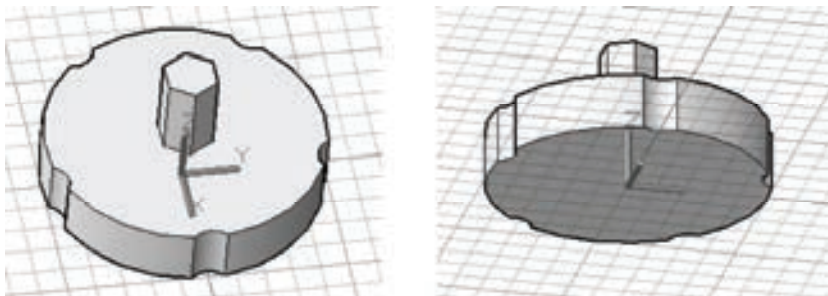

图 9-136 创建三维实体对象
14) 上机练习: 创建图 9-136 所示的一个三维实体对象, 具体的尺寸由读者自己决定。要求在设计操作中应用到“拉伸”“三维阵列”“差集”和“交集”等命令。在随书光盘的“CH9”文件夹中, 提供了该练习题完成的模型参考文件“BD_练习 15.dwg”。